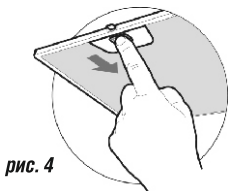

рис. 4
- перед установкой вытяжки снимите алюминиевый фильтр (рис. 4);
- 8.3 Для очистки алюминиевого фильтра извлеките его из вытяжки (рис. 4) и произведите очистку с помощью щетки горячим водным раствором нейтрального моющего средства вручную или в посудомоечной машине (при 60°C). Сильно загрязненный фильтр не следует мыть в посудомоечной машине вместе с посудой. Старайтесь не сгибать фильтр при мойке. Возможное изменение цвета фильтра, с течением времени, не приводит к снижению эффективности его действия.